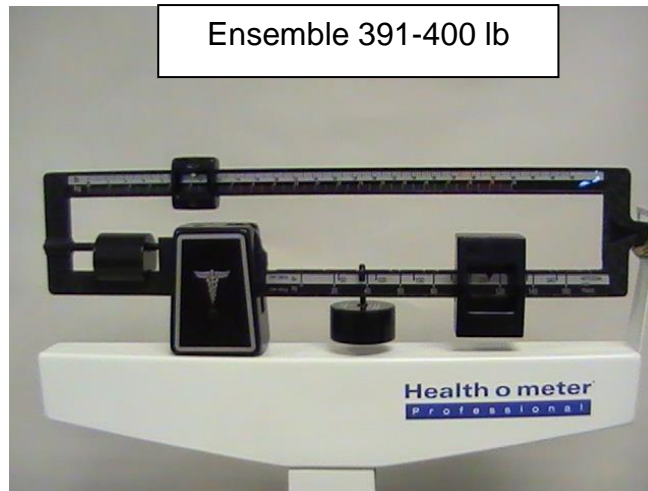

Figure 16
1. Lorsqu'un patient pèse entre 391-400 lb, placez le curseur inférieur à 250 lb. (voir la figure 16 à la page 19)